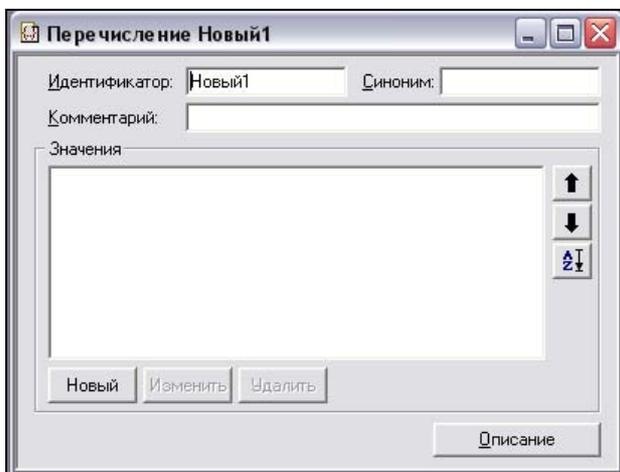

Рис. 5.46. Создание нового перечисления
5. Нажимаем кнопку **Новый элемент** на панели инструментов. Будет создано новое перечисление (рис. 5.46).